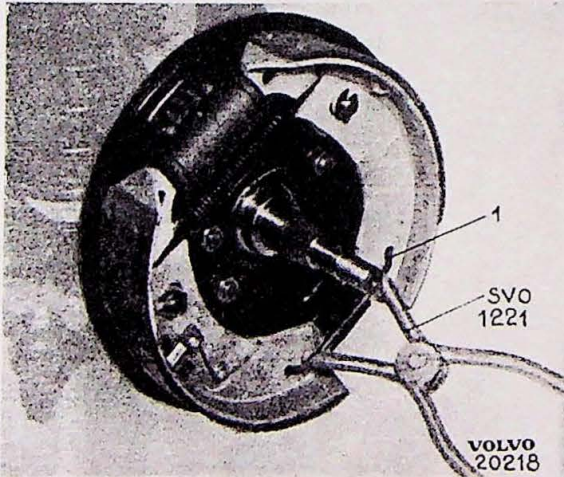

Fig. 17.
1. Remove the spring (1, Fig. 17). Use tool SVO 1221.